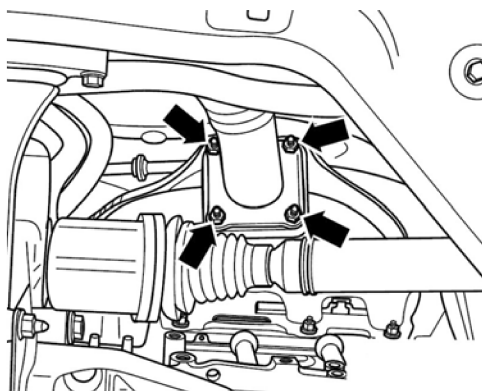

图 6-3 拆卸连接螺母
① 举升车辆，从车辆下方拆卸排气前管与排气歧管的连接螺母，如图 6-3 箭头所示。